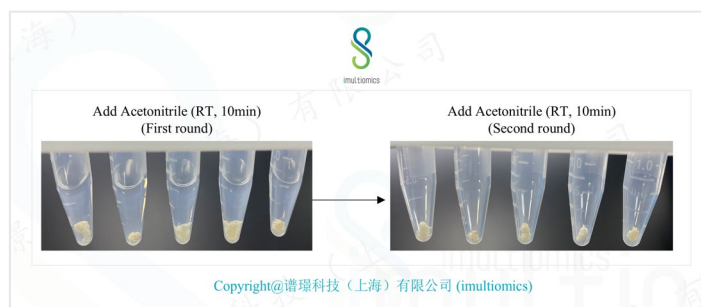

图 3. 胶粒脱水干燥流程
1. 如图 3 所示, 向脱色后的胶粒中加入 500~800 μ l 纯乙腈 (Acetonitrile, 如 Sigma-Aldrich, #34851), 漩涡混旋离心管, 置于室温 10 分钟。桌面掌式离心机快速离心, 弃去乙腈。重复乙腈脱水 1 次。胶粒皱缩变硬, 颜色呈淡黄色/白色。